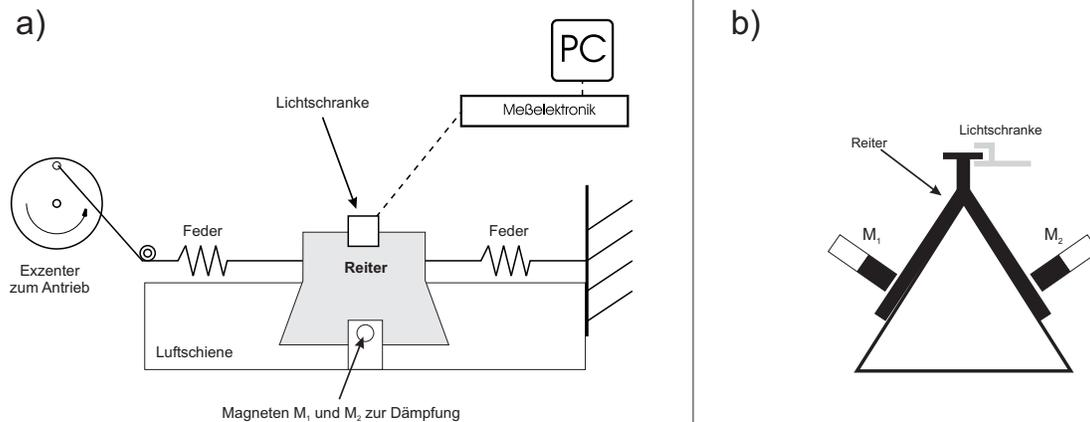

Abbildung 1.4: Schematischer Aufbau des Luftkissenpendels a) Seitenansicht, b) Sicht von vorne.
4. Lineares Pendel auf der Luftschiene (siehe Abb. 1.4)